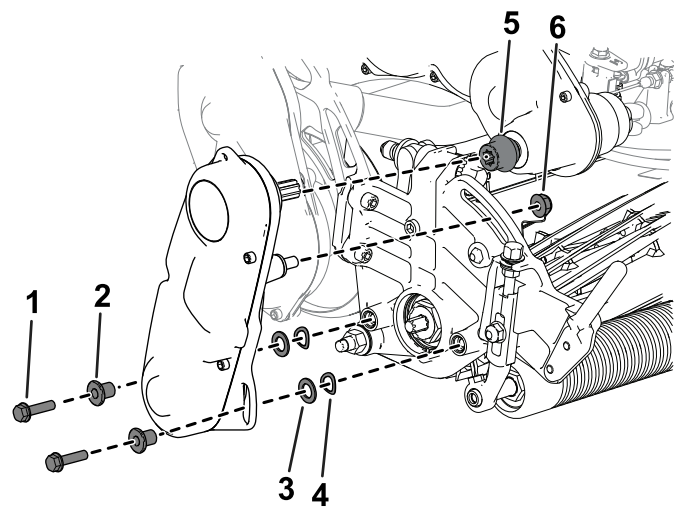

Figura 46
6. Utilice los tornillos, las arandelas y los espaciadores que retiró anteriormente para sujetar el conjunto de transmisión del molinete a la chapa lateral de la unidad de corte (Figura 46).
Asegúrese de que el árbol de transmisión del molinete está instalado en el acoplamiento del árbol de transmisión (Figura 46).